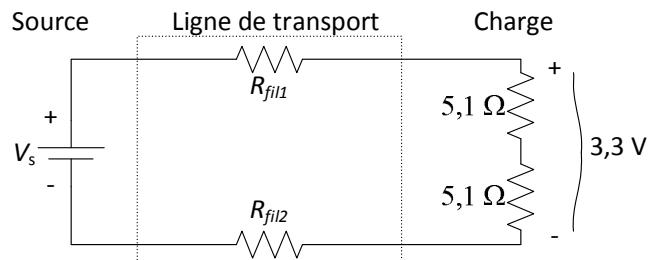

Figure 5 Schéma électrique de la configuration B.
La deuxième configuration à évaluer consiste à relier les résistances de charge en série. Comme à la configuration A, cette charge est reliée directement à la ligne de transport (figure 5).
- ⑧ Réalisez le montage illustré à la figure 5. Ajustez la source de façon à obtenir une différence de potentiel de 3,3 V **à la charge**. Si vous n'arrivez pas à obtenir précisément la tension demandée à la charge, utilisez la valeur indiquée par le voltmètre dans le tableau 2, à la place de la valeur 3,3 V (par exemple, 3,299 V).
- ⑨ Mesurez la différence de potentiel de la source à l'aide du multimètre (ne pas utiliser l'afficheur de la source), et consignez votre résultat dans le tableau 2.
- ⑩ À partir de vos mesures, calculez l'efficacité de transport η_{trsp} (équation (1)) et la résistance de la ligne de transport R_{fil} (équation (2)). Consignez la valeur de la résistance obtenue dans le tableau 1 ; l'efficacité obtenue peut être consignée dans le tableau 2. **Vérification** : si votre valeur calculée de R_{fil} n'est pas comparable à celle mesurée à l'aide de l'ohmmètre, vérifiez vos mesures, votre montage et vos calculs !